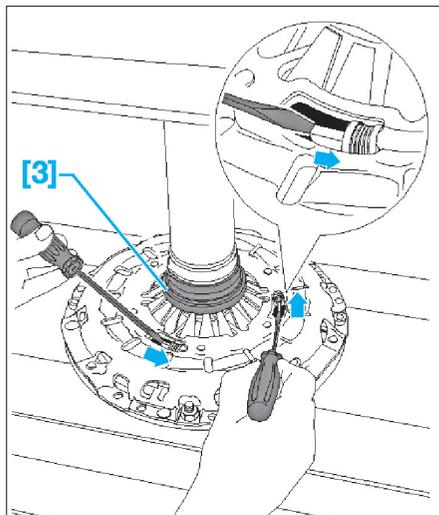

Fig. 8
- Positionner deux tournevis sur les tenons de la bague de réglage (Fig.8).